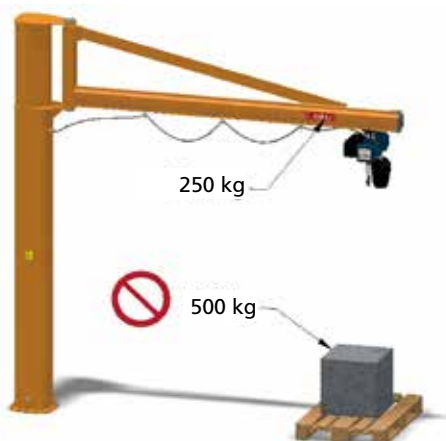

fig.63
- ▶ cuyo peso, incluido cualquier accesorio, supera la capacidad de la grúa (fig. 63)